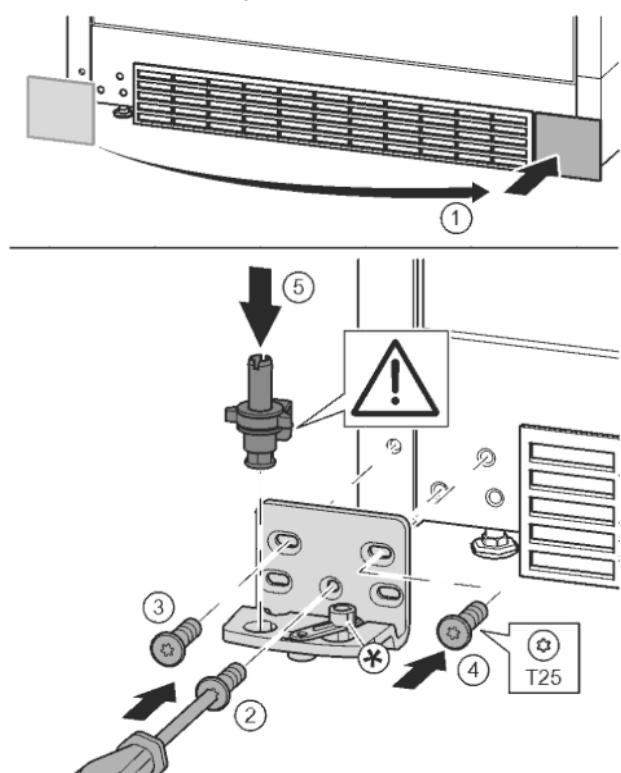

Fig. 15
- ▶ Зніміть кришку та встановіть її з іншого боку. Fig. 15 (1)
- ▶ Встановіть опорний кронштейн з іншого боку і закріпіть гвинтами за допомогою викрутки T25. Почніть із гвинта 2 знизу посередині. Fig. 15 (2)
- ▶ Закрутіть гвинти 3 та 4. Fig. 15 (3, 4)
- ▶ Вставте цілком опорний гвинт. При цьому виступ фікатора повинен бути спрямований назад. Fig. 15 (5)